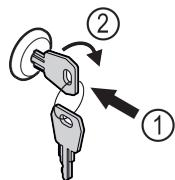

Fig. 167
- Πιέστε μέσα το κλειδί Fig. 167 (1).
- Περιστρέψτε το κλειδί 90° δεξιόστροφα Fig. 167 (2).